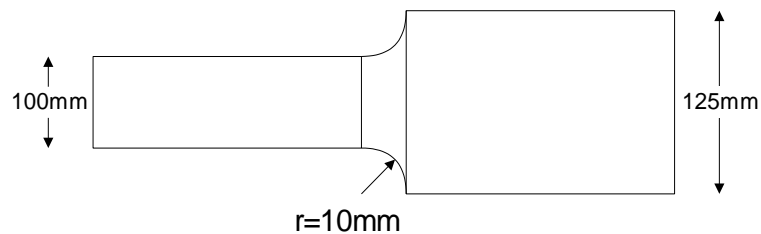

Figura 3.9
3.2.1 Um eixo de secção variável da Figura 3.9 gira à velocidade de 60 rpm. Determinar a máxima potência que pode ser transmitida sem ultrapassar a tensão de 45MPa.